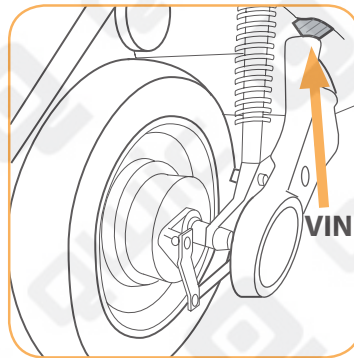

fig. 1.1
1. In het plaatje aan de rechterkant van de scooter vlakbij het achterwiel (fig. 1.1)